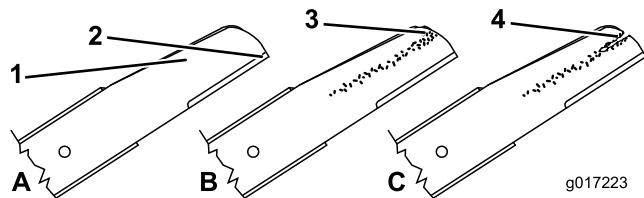

Figura 41
1. Ispécione as extremidades de corte (Figura 41). Se as extremidades não estiverem afiadas ou estiverem amolgadas, retire e afie as lâminas.
2. Ispécione as lâminas, especialmente a área curva (Figura 41).
Nota: Se verificar quaisquer danos, desgaste, ou a formação de ranhuras nesta área (Figura 41), substitua imediatamente por lâminas novas.